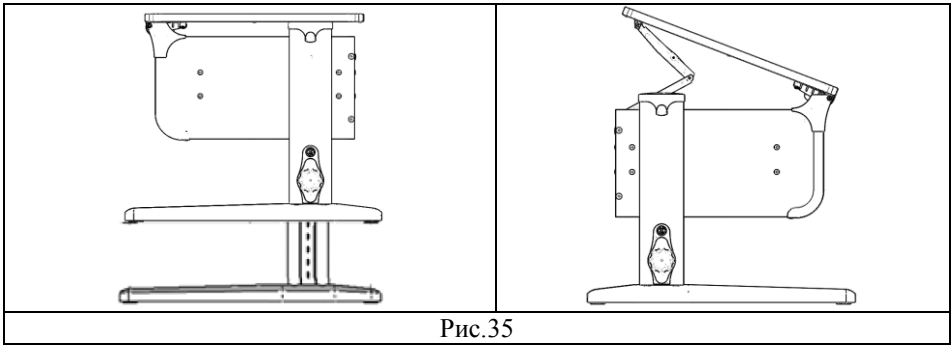

Рис.35
6.2. Для удобства эксплуатации потребителями различных возрастных групп стол имеет возможность ступенчатой регулировки столешниц по высоте и углу наклона (см. рис. 35).